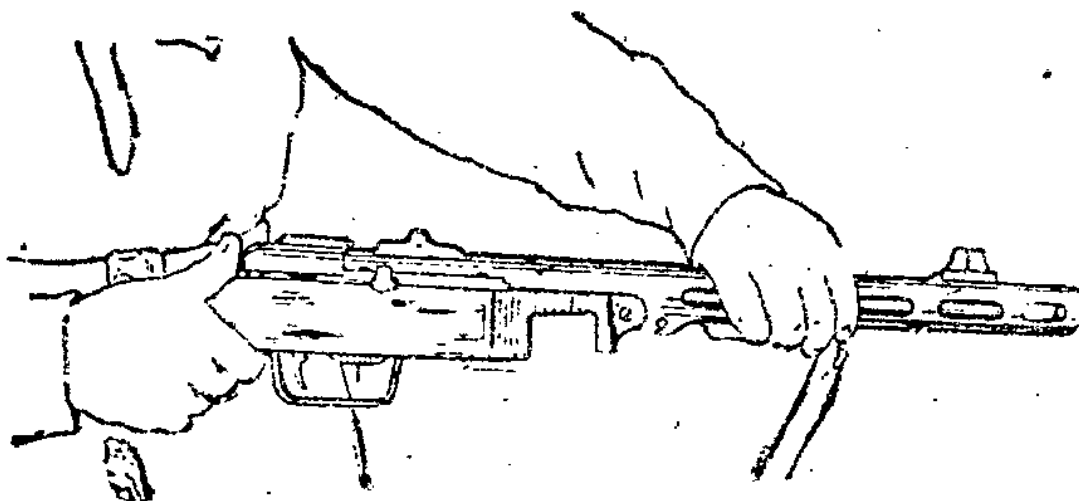

Рис. 3. Как открыть затворную коробку
2. **Открой затворную коробку** (рис. 3 и 4): возмись правой рукой за шейку приклада, а левой — за кожух ствольной коробки 2 и, нажимая большим пальцем правой руки на колпачок защёлки ствольной коробки 8 доотказа, отведи ствольную коробку от затворной коробки 5, поднимая ствольную коробку вверх.